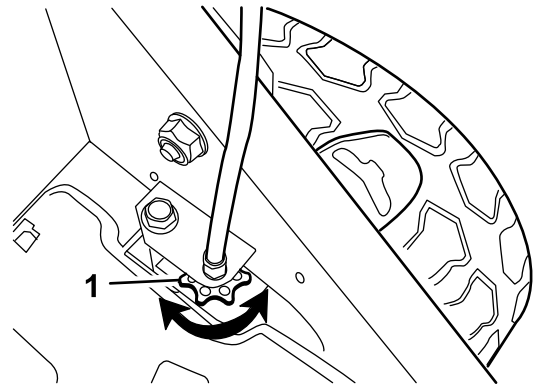

Bild 19
- Wenn sich die Räder nicht bei eingekuppeltem Selbstantriebsbügel drehen, ist der Treibriemen zu lose. Drehen Sie das Steuerhandrad für den Radantrieb (Bild 19) um eine Umdrehung nach rechts und wiederholen Sie die Schritte 3 bis 5.
- Wenn sich die Räder drehen, bevor der Selbstantriebsbügel ganz eingekuppelt ist, ist der Treibriemen zu fest. Drehen Sie das Steuerhandrad für den Radantrieb (Bild 19) um eine Umdrehung nach links und wiederholen Sie die Schritte 3 bis 5.